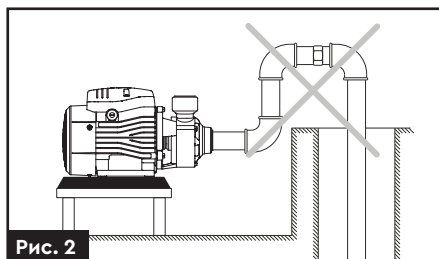

Рис. 2
- На вхідному трубопроводі має бути якомога менше вигинів для безперешкодного проходження води у вхідний отвір насоса (**рис. 2**).